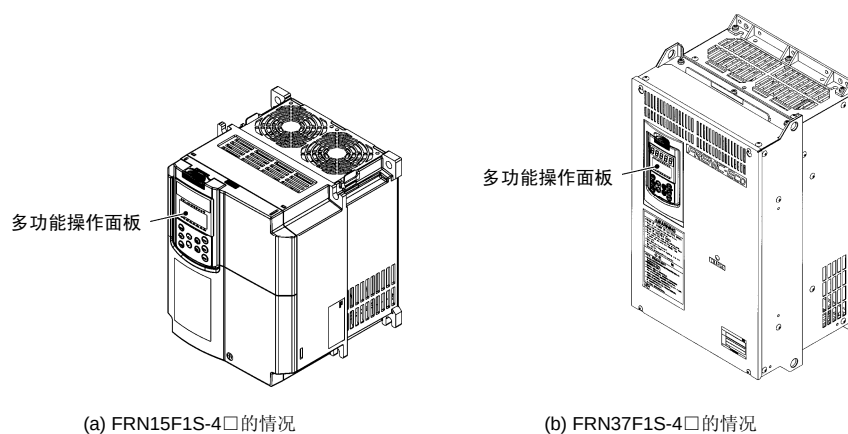

图 2.1 将多功能操作面板设置在变频器主机上时
- 安装在变频器主机上（参照图 2.1 (a)、(b)）（仅限对应 FRENIC-VP/MEGA）